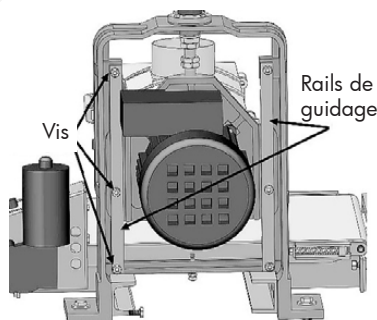

Fig. 29 : Régler les rails de guidage
3. Serrez ou desserrez chacune des 6 vis à tête cylindrique (figure 29) de la même manière par petites étapes. Tournez ensuite le volant pour le réglage de la hauteur, pour tester le mouvement de la tête de ponçage.